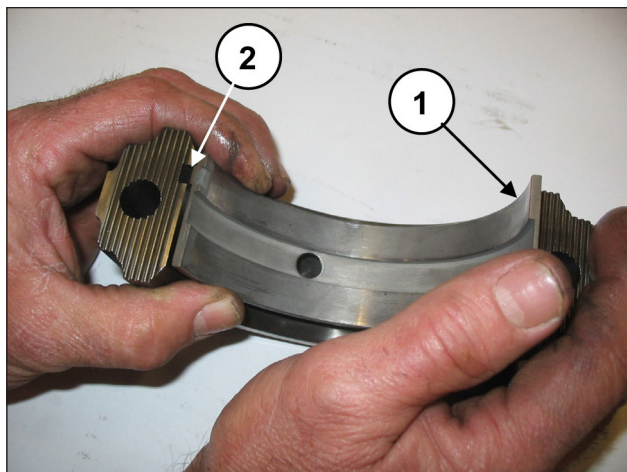

Fig. 61
Applicare i semicuscinetti inferiori ai cappelli (pos. ①, Fig. 61) assicurandosi che la linguetta di riferimento dei semicuscinetti venga posizionata nell'apposito alloggiamento sul cappello (pos. ②, Fig. 61).